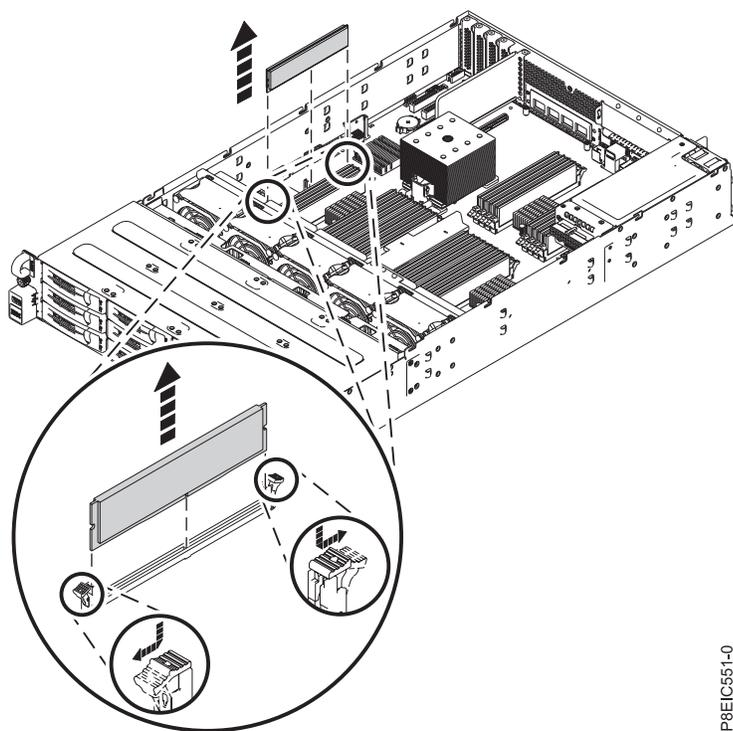

Abbildung 43. Speicher des Systems vom Typ 8348-21C ausbauen
- b. Entriegeln Sie den DIMM, indem Sie die Sperrzungen vom DIMM gleichzeitig weg drücken, in die in Abb. 43 angezeigte Richtung. Stellen Sie sicher, dass die Sperrzungen gleichzeitig entriegelt werden. Durch die Hebelwirkung beim Öffnen der Zungen wird der DIMM aus dem Steckplatz gelöst.